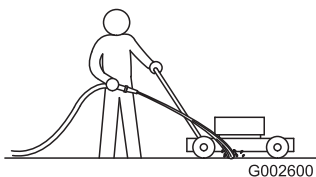

Figure 21
1. Mettez le moteur en marche lorsque la tondeuse se trouve sur une surface revêtue plane et dirigez un jet d'eau devant la roue arrière droite (Figure 21).